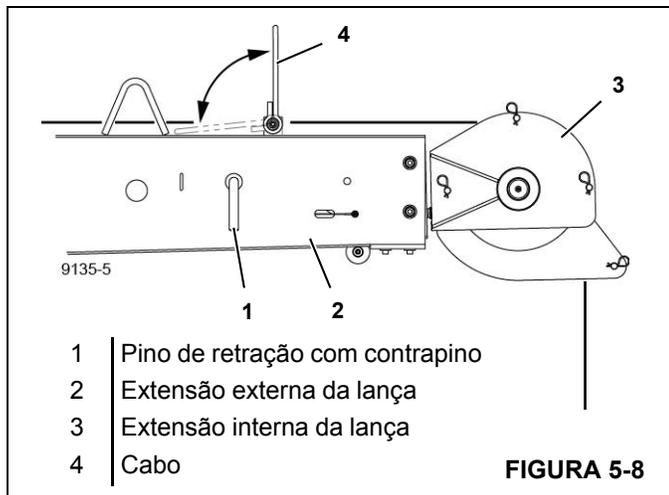

FIGURA 5-8
- 8. Gire a extensão da lança (2) sobre o braço do pivô (5, Vista B) e alinhe os furos de conexão na extensão do jib (2) com os furos de conexão no lado direito da cabeça da lança (6, Vista E).
- 10. Remova o pino de retração (7, Vista B) do braço do pivô (5) e do suporte (8).
- 11. Usando o cabo de apoio, gire a extensão da lança (2) totalmente ao redor da parte dianteira da cabeça da lança e alinhe os furos de conexão na extensão do jib (2) com os furos de conexão no lado esquerdo da cabeça da lança.
- 15. Desconecte o cabo elétrico do dispositivo anticolisão do moitão (9, Vista H) do plugue (10) no lado esquerdo da cabeça da lança.
- 17. Remova o pino (12, Vista J) da posição retraída, gire a polia defletora (11) para a posição de trabalho e instale o pino (12, Vista K) com os contrapinos.
- 18. Se desejado para a extensão da lança de 4,5–7,6 m (15–25 pés), estenda-a como segue (consulte a Figura 5-8):
- a. Remova o pino de retração (1).
- b. Puxe a extensão da lança interna (2) para fora aproximadamente 3 m (10 pés).
- c. Alinhe os furos de conexão e instale o pino de retração (1) com o contrapino.
- d. Solte as porcas de montagem, eleve a guia do cabo (4) para a vertical e aperte as porcas de montagem.
7. Se necessário para a extensão da lança de 4,5–7,6 m (15–25 pés), retraia-a como segue (consulte a Figura 5-8):
- b. Empurre a extensão da lança interna (2) para dentro aproximadamente 3 m (10 pés).
- d. Solte as porcas de montagem, abaixe a guia do cabo (4) e aperte as porcas de montagem.